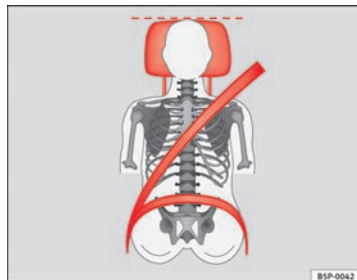
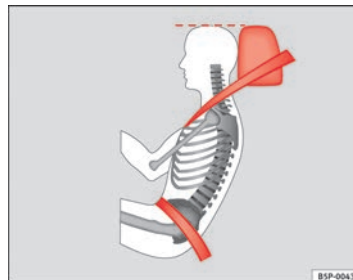

Fig. 71 Vista anteriore: poggiatesta e cinture di sicurezza posizionati correttamente
Fig. 72 Vista laterale: poggiatesta e cinture di sicurezza posizionati correttamente
- Regolare il poggiatesta portando il suo bordo superiore alla stessa altezza della parte superiore della testa, almeno all'altezza degli occhi → **fig. 71** e → **fig. 72**.